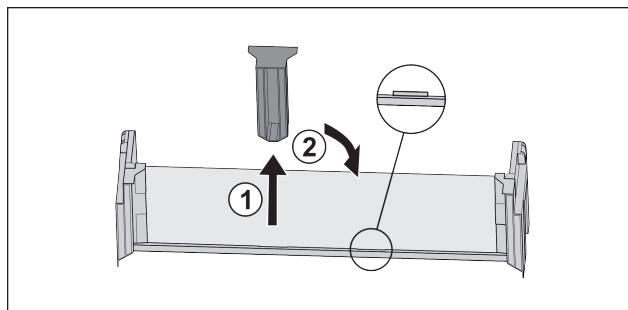

Fig. 39
- ▶ Снимите среднюю поддерживающую деталь Fig. 39 (1).
- ▶ Вставьте среднюю поддерживающую деталь во вторую позицию Fig. 39 (2).